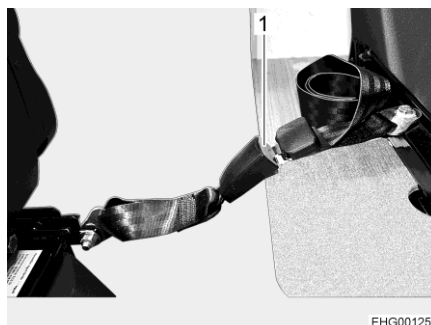
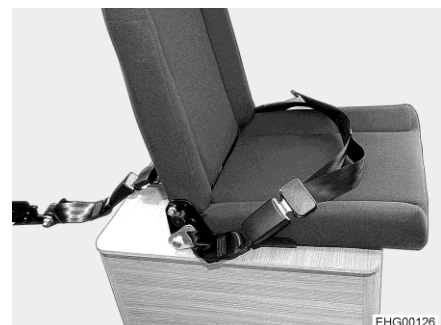

Fig. 35 Sangle de sécurité
Fig. 36 Siège (entièrement monté)
- Insérer la sangle de sécurité (Fig. 35,1) dans la boucle de fermeture de la ceinture. Le siège supplémentaire est désormais entièrement monté (Fig. 36).